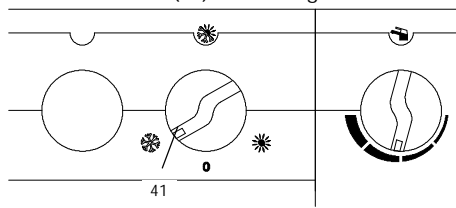

fig. 5.3
- 6 Avviare la caldaia posizionando il commutatore di funzione (41) come in fig. 5.3.